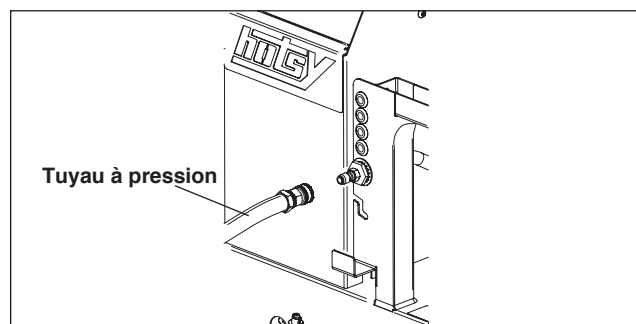

Figure 1 - Installer le tuyau à haute pression
2. Installer le tuyau à haute pression sur la machine comme illustré à la **Figure 1**.